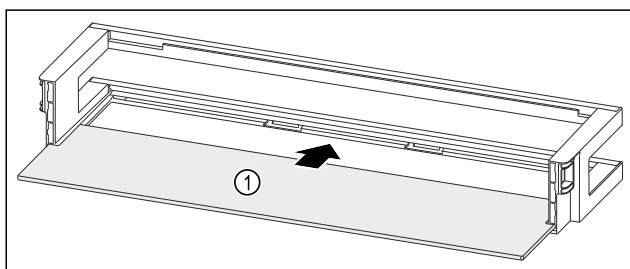

Fig. 94 Balconcino controporta con ripiano
- Inserire il ripiano Fig. 94 (1) negli incavi laterali.